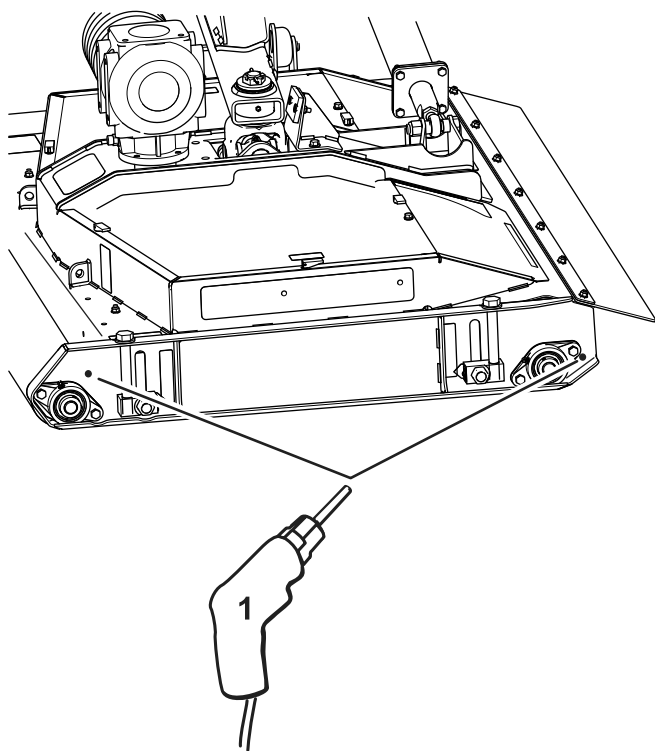

Figure 2
3. Repérez l'emplacement et percez des trous de 13/32 pouce de diamètre de chaque côté à l'extrémité des rouleaux (Figure 2).